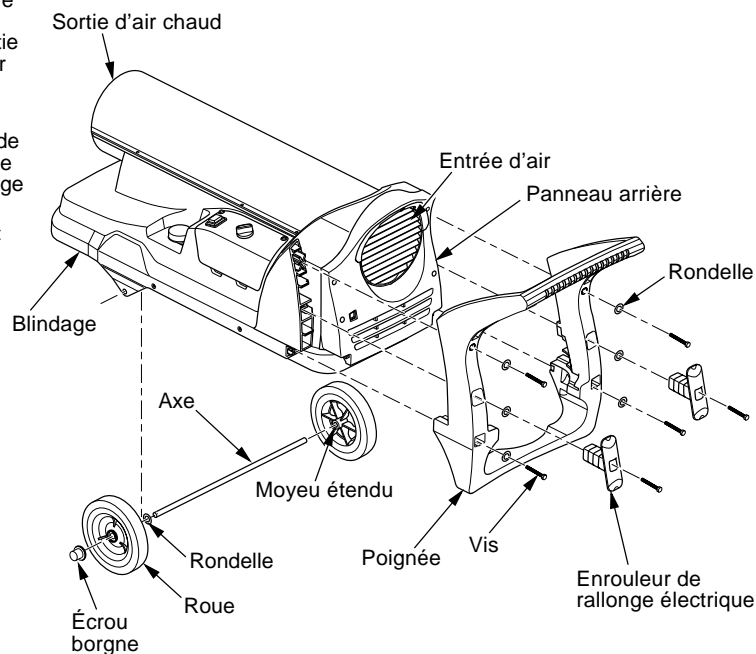

Figure 3 - Assemblage des roues et de la poignée
1. Faites glisser l'axe à travers le blindage. Installez les rondelles et les roues sur l'axe comme dans la figure 3.
IMPORTANT : Lorsque vous installez les roues, tournez le moyeu de roue qui dépasse vers le blindage (voir figure 3).